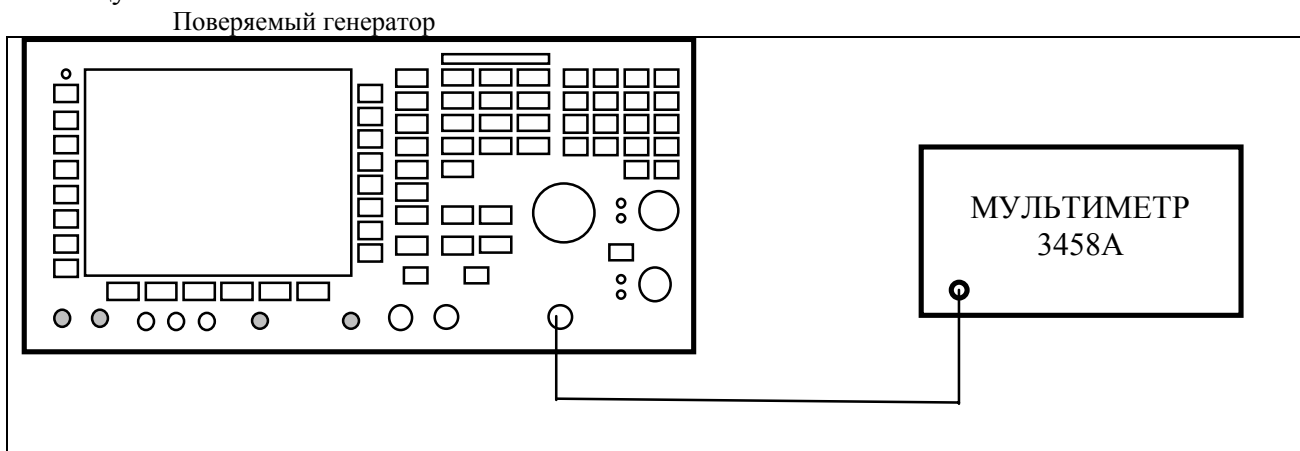

Рисунок 2 - Определение погрешности установки амплитуды выходного сигнала.
7.3.2.1 Соединить мультиметр с поверяемым генератором с помощью 50-омного кабеля через 50-омную проходную нагрузку (Рисунок 2).
7.3.3.1 Соединить мультиметр с поверяемым генератором с помощью 50-омного кабеля через 50-омную проходную нагрузку (Рисунок 2).
7.3.4.1 Соединить мультиметр с поверяемым генератором с помощью 50-омного кабеля через 50-омную проходную нагрузку (Рисунок 2).